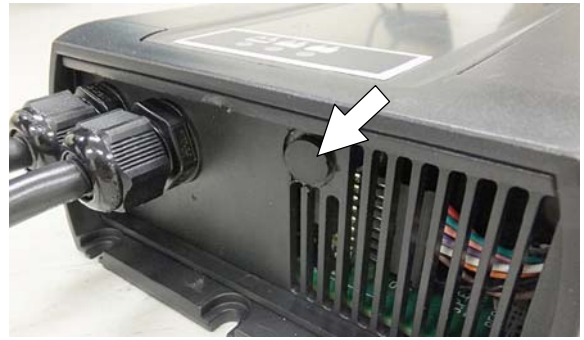

РИС. 117
5. Снимите черную крышку с нижней стороны зарядного устройства для доступа к регулятору профиля (Рисунок 117).